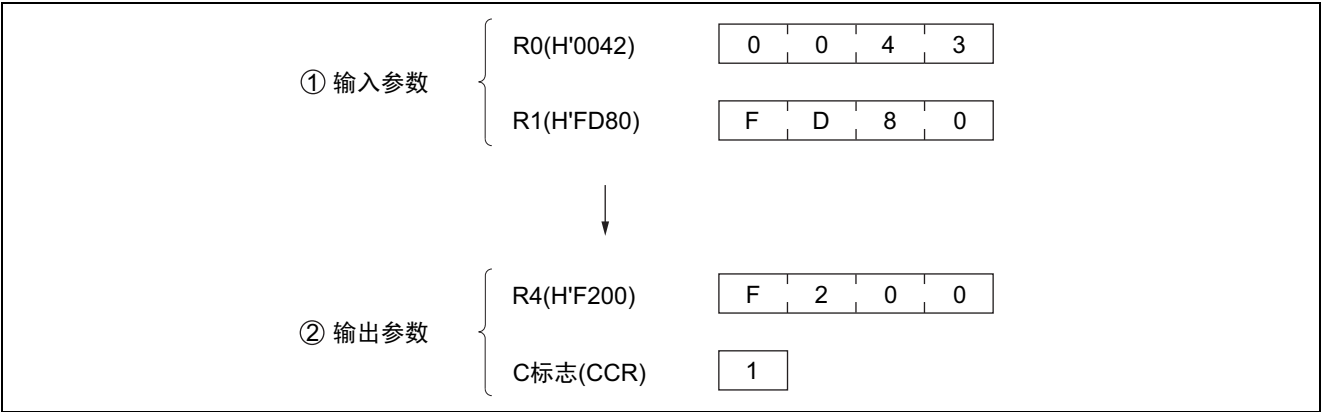

图 5-1 软件 CCASE 的执行例子
规格的时钟周期数是执行完图 5-1 的例子时的值。
(1) 参数的详细内容如下：
(2) 软件 CCASE 的执行例子如图 5-1 所示。